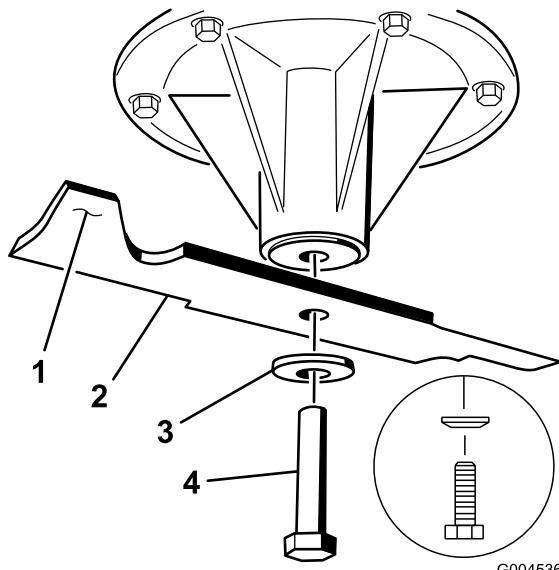

Figura 99
2. Verifique el equilibrio de la cuchilla colocándola sobre un equilibrador de cuchillas (Figura 98). Si la cuchilla se mantiene horizontal, está equilibrada y puede utilizarse. Si la cuchilla no está equilibrada, rebaje algo el metal en la parte de la vela solamente (Figura 99). Repita este procedimiento hasta que la cuchilla esté equilibrada.
1. Instale la cuchilla en el eje (Figura 99).
2. Instale la arandela de muelle y el perno de la cuchilla. El cono de la arandela de muelle debe estar orientado hacia la cabeza del perno (Figura 99). Apriete el perno de la cuchilla a 115–150 Nm (85–110 pies-libra).